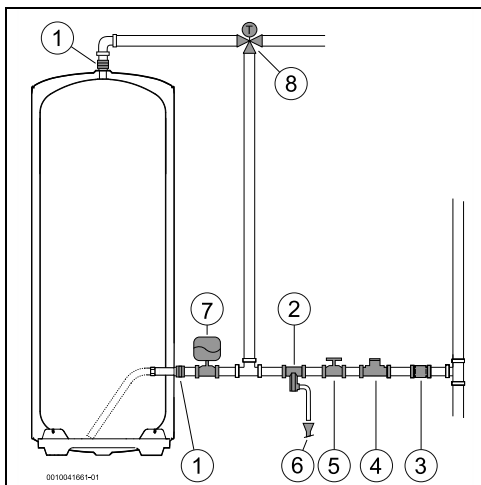

Fig. 7 Raccordement d'eau (300)
- ▶ Fermer la vanne d'arrêt de l'eau (→ Fig. 7, [5]).
- ▶ En cas d'utilisation de tubes PEX, installer un contrôle thermostatique (Fig. 7, [8]) sur le tube de sortie de l'appareil. Il doit être réglé pour correspondre aux performances du matériel utilisé.
- ▶ installer un réducteur de pression (Fig. 7, [4]). La soupape différentielle se déclenche lorsque la pression d'eau dans l'appareil est supérieure à 8 bars ( $\pm 1$  bar), et il est donc nécessaire de prévoir un moyen d'évacuer cette eau.
- ▶ installer un vase d'expansion (Fig. 7, [7]) pour empêcher l'ouverture trop fréquente de la soupape différentielle. Le volume du vase d'expansion doit être équivalent à 5% du volume de l'appareil.